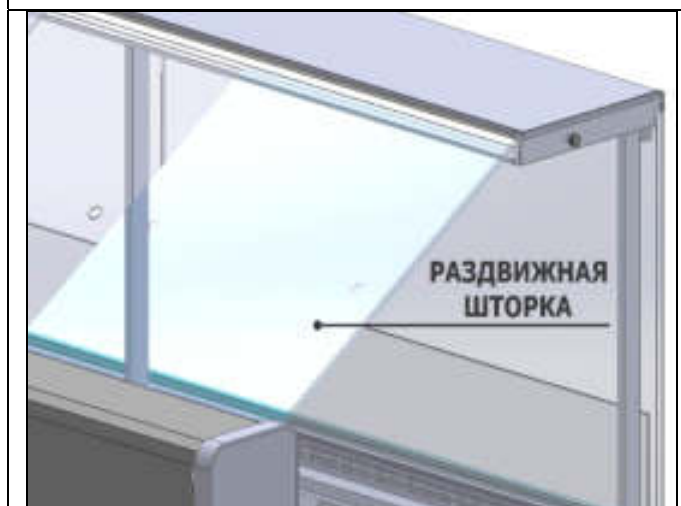

рис. 25
15. Установить между столешницей и суперструктурой раздвижные шторы. Вставить верхний край шторок в направляющие плафона светильника, а нижний край в Ш-образный профиль, закрепленный на столешнице (рис.25).